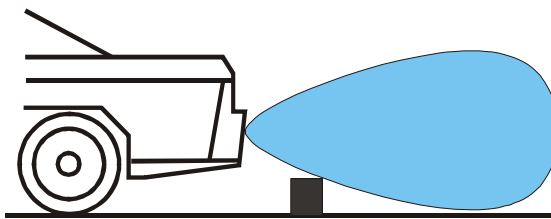

Рис. 10
**7.2** Минимальное расстояние обнаружения бордюра (и других низко расположенных объектов), т.н. ширина «вертикальной мертвой зоны», зависит от высоты и угла установки датчиков (см. рис. 10). Например, при высоте установки датчиков 60 см, минимальное расстояние обнаружения бордюра высотой 20 см будет около 70см, а при высоте датчиков 40 см и угле наклона 7°, минимальное расстояние обнаружения такого бордюра будет около 50см. Т.е. находясь ближе этого расстояния, бордюр не будет обнаружен.